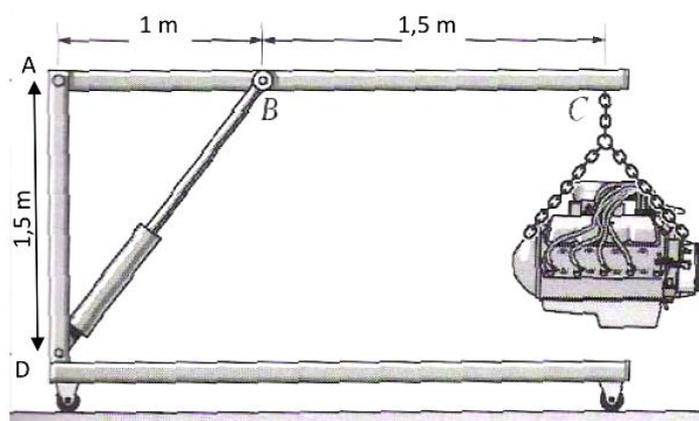

Figura 1.5
1.1.8 Considere que a estrutura da Figura 1.5 é construída em aço macio St 37-2 com $\sigma_c = 300$ MPa e $E = 210$ GPa.
a) Calcule a força exercida no cilindro hidráulico BD da Figura 1.5 sabendo que o peso máximo do motor é 500 kg;